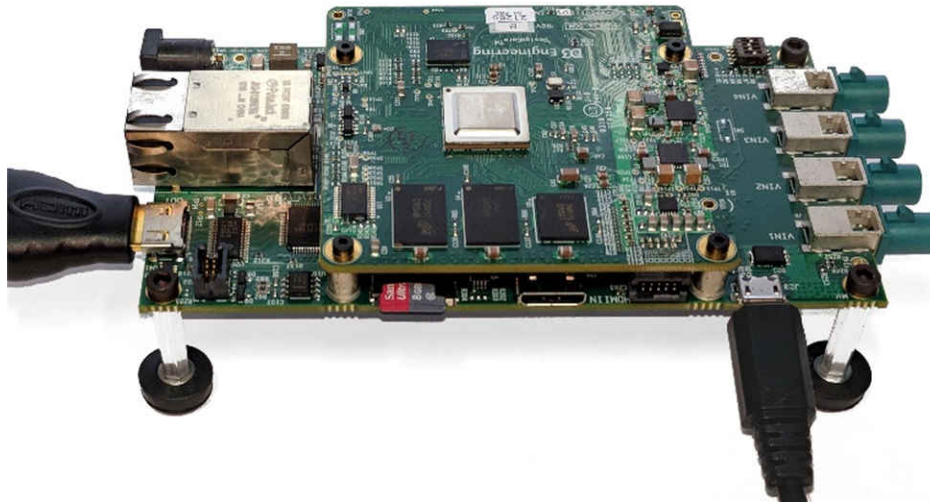

图 3-3. HDMI Mini 连接到 TDA3x 系统 HDMI OUT 端口
3. 通过 HDMI 将显示器连接到 TDA3x 系统上标有 HDMI OUT 的端口，如图 3-3 所示。